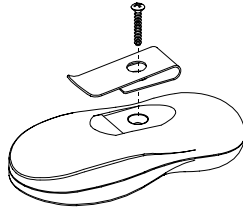

Figure 4. Installation de l'attache ceinture
**Note:** Si l'utilisateur désire l'attache ceinture (inclus dans la boîte), fixer l'attache ceinture comme indiqué en figure 4.